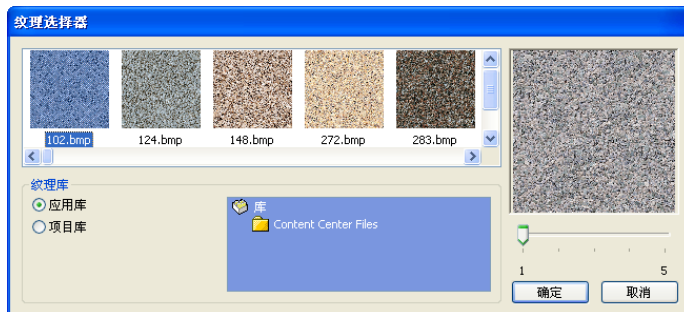

图 1-44 “纹理选择器”对话框
在图 1-44 所示的对话框中同时可进行纹理设置, 控制颜色样式的纹理属性。
(2) 勾选【使用纹理图像】复选框, 则打开【纹理选择器】对话框, 从中可选择更多的纹理样式, 并预览其平铺精确性, 如图 1-44 所示。